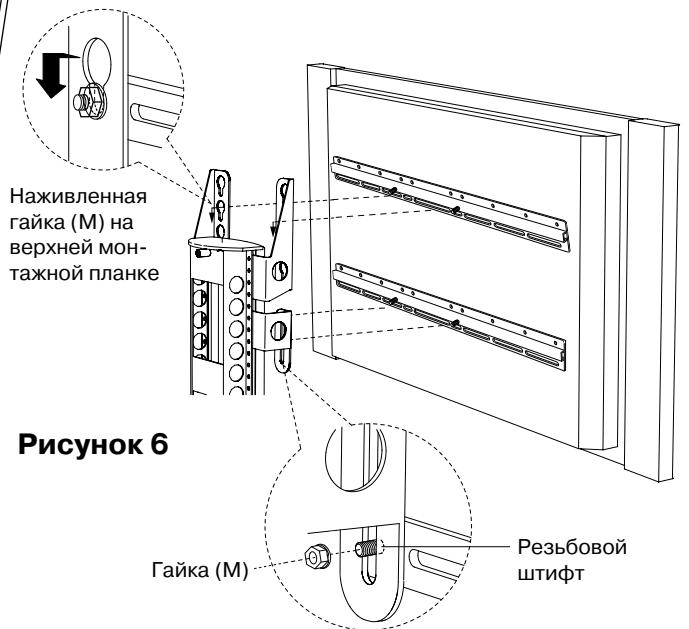

Рисунок 6
8. Установка плоскопанельного телевизора. Аккуратно «нацепите» телевизор на экранные скобы, как показано на рис.6, обеспечьте попадание наживленных гаек в специальные отверстия, а также попадание резьбовых штифтов в отверстия на нижних экранных скобах (HBL и HBR). Затяните гайки (M) с помощью ключа. **Примечание:** максимально поддерживаемая мебелью Vista масса телевизора составляет 102 кг. **Примечание:** мебель Vista не предназначена для установки телевизоров, глубина которых превышает 6".